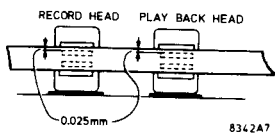

Fig. 13
c. Einstellen der Kopfhöhe (Abb. 13)